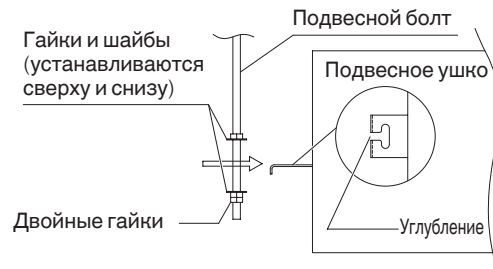

Рис. 3-10
- (3) Закрутите 3 шестигранные гайки и 2 шайбы (приобретается на месте) на каждый из 4 подвесных болтов, как показано на Рис. 3-10 и 3-11. Используйте 1 гайку и 1 шайбу для верхней части и 2 гайки и 1 шайбу для нижней части, чтобы блок не соскочил с подвесных ушек.